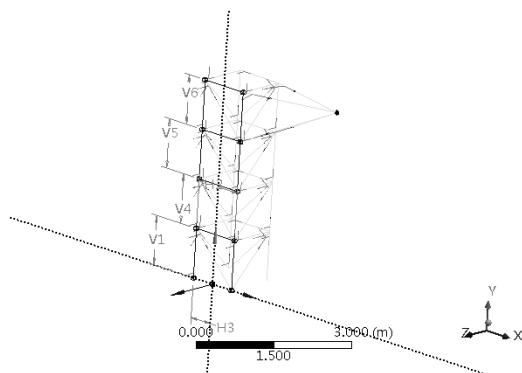

图 5-58 创建梁单元
Step22: 选择 Concept 3D Curve 命令, 然后做如图 5-58 所示的连接, 并单击工具栏上的  Generate 按钮, 创建悬臂梁单元。